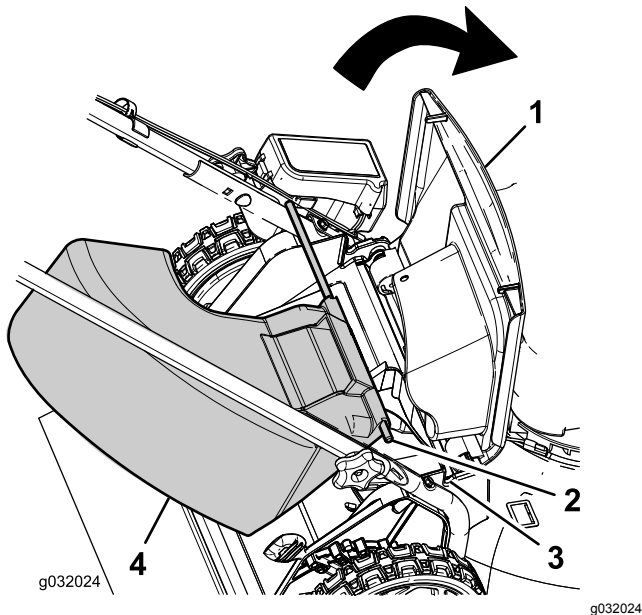

Figura 21
1. Levante el deflector trasero (Figura 21).
2. Introduzca los extremos de la varilla del conducto de descarga lateral en las muescas de los soportes del manillar (Figura 21).